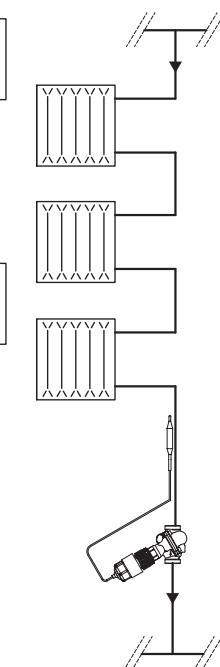

Рис. 52
- для одно- или двухтрубных стояков без радиаторных терморегуляторов, например, обслуживающих лестничные клетки (рис. 52) и т. д.